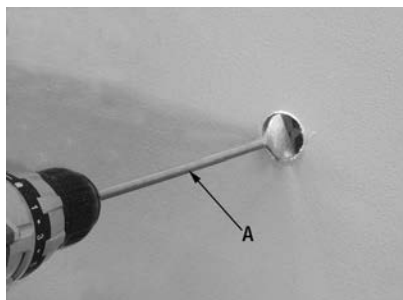

FIGURE 1
NOTE: Une mèche plate de 1-1/4" (A) Fig.1 est fourni avec cet ensemble. Elle est utilisée pour percer des cloisons sèches, des panneaux en bois, du contreplaqué, des poteaux en bois, des panneaux isolants, du bois, du vinyle, de l'aluminium, des planches robustes et tous les autres matériaux non destinés à la maçonnerie. Si le perçage de matériaux de maçonnerie tels que la brique, le bloc de béton ou le ciment coulé est nécessaire, il est recommandé d'utiliser une mèche de maçonnerie de 1-1/4" (non fourni).
1. Sur le mur intérieur, avec la mèche plate de 1-1/4" (A) Fig.1 installée dans une perceuse électrique, centrez la pointe de la mèche avec la marque de votre crayon, percez lentement votre cloison sèche ou vos panneaux. ENSUITE ARRÊTEZ.